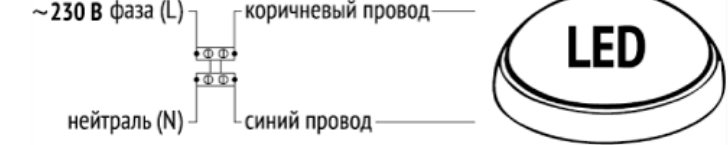

Рис.1. Схема подключения светодиодного светильника к эклектической сети 230В.
- Присоедините подготовленные концы проводов светильника к сетевому проводу (через клеммную колодку) Рис.1.